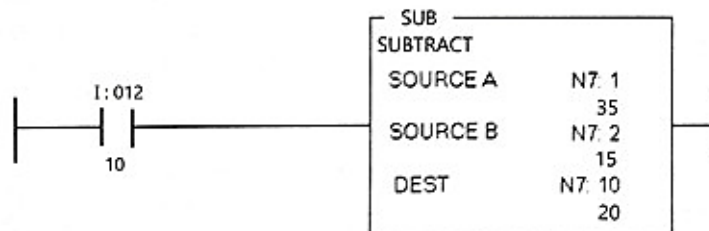

Figure 2.18 Symbol of SUB instruction
Figure 2.18 मध्ये SUB इंस्ट्रक्शन्स दाखवले आहे. आकृतीत दाखवल्याप्रमाणे, सोर्स A (N7:1) मध्ये व्हॅल्यू 35 आहे आणि सोर्स B (N7:2) मध्ये व्हॅल्यू 15 आहे. जेव्हा इनपुट I: 012/10 true असते, तेव्हा सोर्स B (15) मध्ये संग्रहित व्हॅल्यू सोर्स A (35) मध्ये संग्रहित मूल्यातून वजा केली जाते आणि याचा परिणाम 20, अॅड्रेस (N7:10) मध्ये संग्रहित केला जातो.